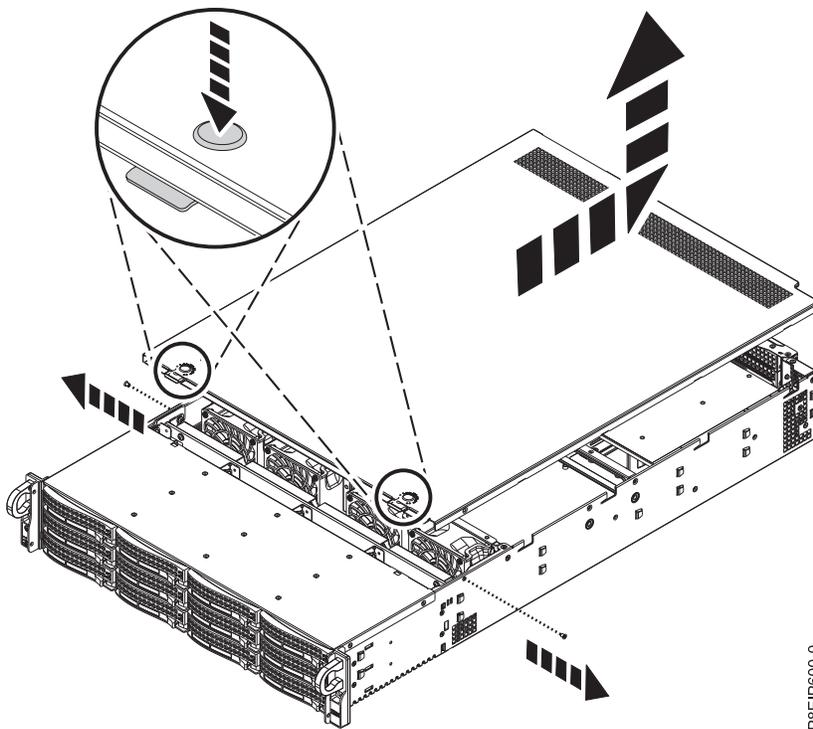

Figura 95. Liberando e abrindo a tampa
3. Pressione os dois botões na tampa superior para liberar as travas, conforme mostrado na Figura 95, e empurre a tampa de volta cerca de 0,5 pol. (1 cm) até que ela pare. Se os botões não forem pressionados para baixo facilmente, remova parcialmente as unidades diretamente sob os botões.